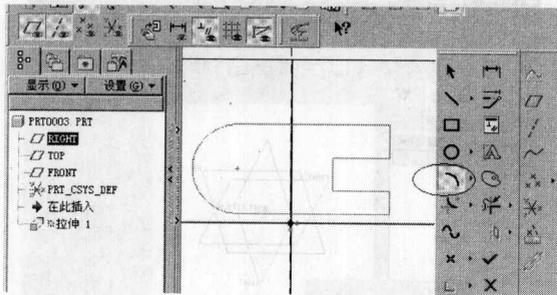

图 1-14 绘制圆弧
(5) 单击  按钮, 接着在线段的端点上单击选择圆弧起点, 移动鼠标指针到线段另一个端点后, 再单击选择圆弧终点, 然后移动鼠标到适当位置, 再单击选择圆弧大小, 如图 1-14 所示。